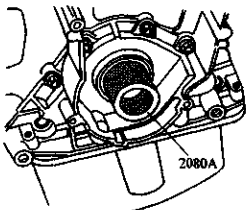

图 2-43 将导向套筒定位到曲轴轴颈上
- 2) 将导向套筒 2080A 定位在曲轴轴颈上, 如图 2-43 所示。